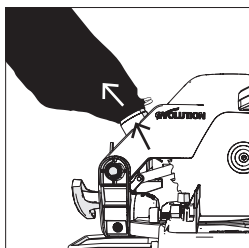

Abb. 31
- Schieben Sie den Staubbeutel über den Entstaubungsanschluss und stellen Sie sicher, dass die Federklemme am Anschluss einrastet und den Staubbeutel in seiner Position sichert. (Abb. 31)